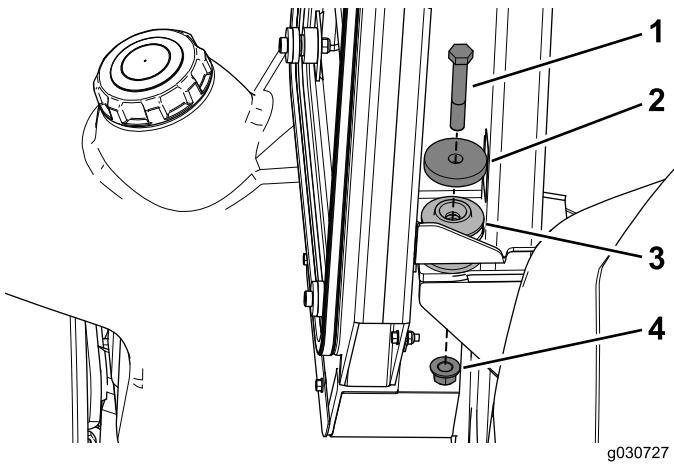

Bild 27
5. Befestigen Sie die Kabine mit einer Schraube (1/2" x 3-1/4"), einer Scheibe (2-1/4") und einer Sicherungsmutter (1/2") an den hinteren Befestigungen der Maschine (Bild 27).